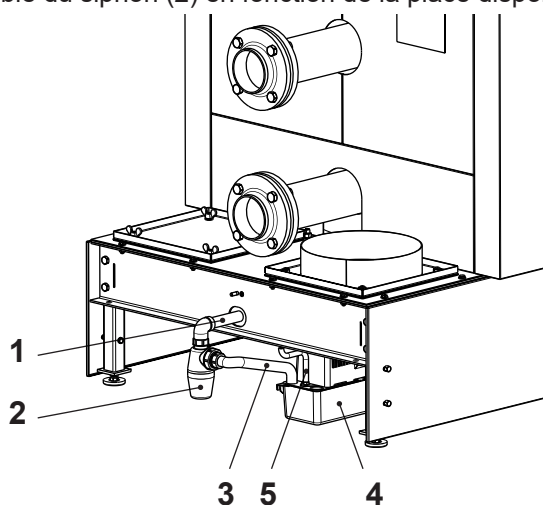

Fig. 34
1. Visser le mamelon double (1, Fig. 34) et le siphon (2) sur le bac à condensats et serrer fermement (le raccord doit être étanche!).
5. Remplir d'eau le siphon (2, Fig. 34) et le dispositif de neutralisation.